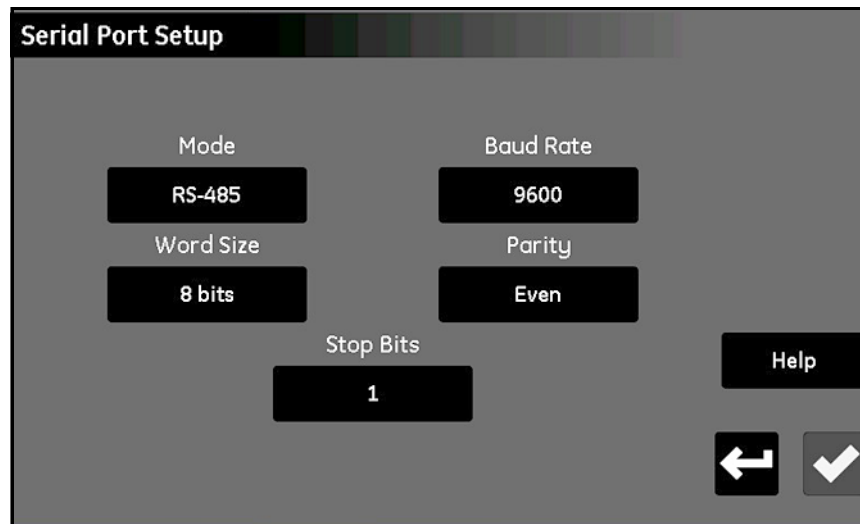

Figure 67: Écran Config port série
1. À l’écran *Menu Configuration* (voir *Figure 52 on page 57*), touchez **Port série** pour ouvrir un écran *Config port série* semblable à celui illustré à la *Figure 67* ci-dessous.